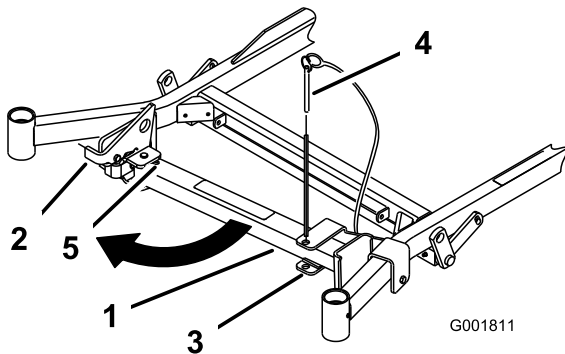
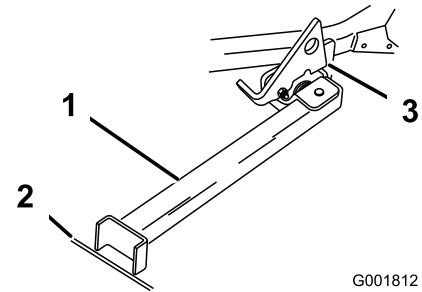

Figure 27
Figure 28
2. Retirez la goupille du support (Figure 27).
3. Soulevez le verrou. Dépliez le pied du support et poussez le support vers la machine dans la base de la fente (Figure 27 et Figure 28).
4. Posez le pied du support sur le sol et appuyez le verrou sur la languette de pivot (Figure 28).
**Remarque:** Pour obtenir de meilleurs résultats, placez le pied du support dans des fissures du trottoir ou du gazon (Figure 28).
6. Montez la machine sur le support. Arrêtez-vous quand le verrou retombe sur la languette en position verrouillée (Figure 28). Une fois la machine en place sur le support, serrez le frein de stationnement et coupez le moteur.
- Ramenez le support à sa position de repos (Figure 27).